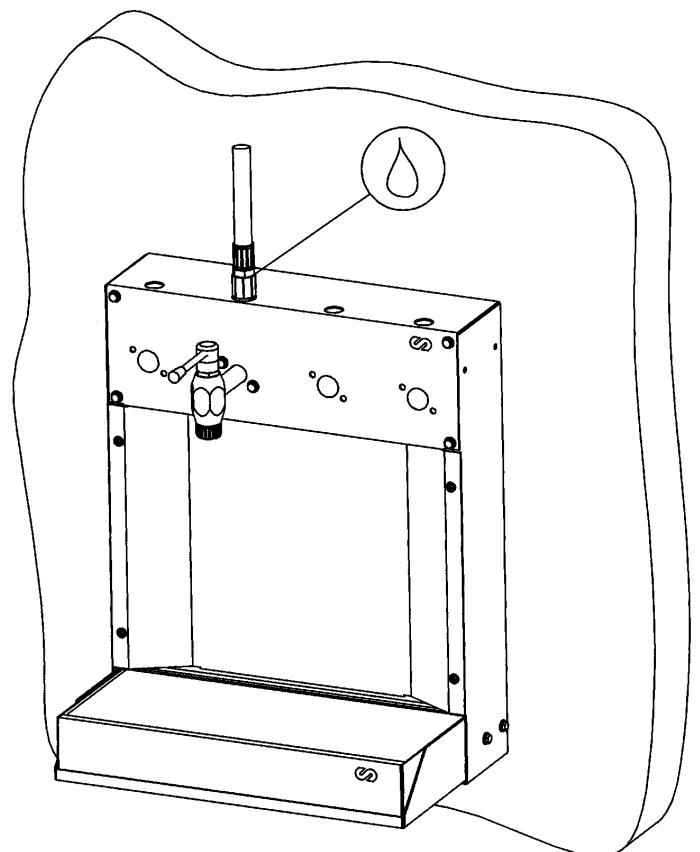

Fig. 4
3. Once assembled, connect the corresponding hoses. (See figure 4).
3. Una vez montado el equipo, instale la manguera o mangueras de suministro (Fig. 4).
- 3 Dès que le poste de distribution est monté, installer le ou les flexibles de distribution (voir figure 4).